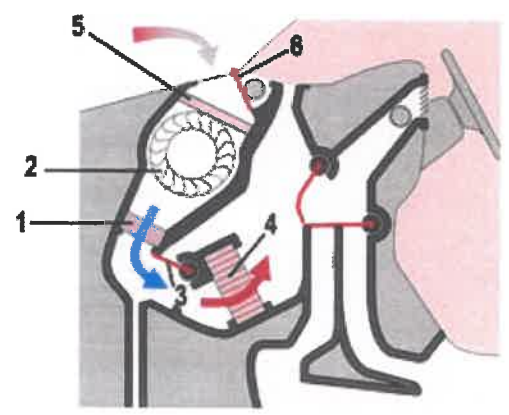

Fig.6
Le schéma de la Fig.6, représente le circuit d'air d'une climatisation automobile.
Q.19. Affecter dans le tableau suivant le numéro correspondant à chaque élément du circuit d'air de la climatisation automobile **fig.6** : ...../3pts
Q.20. D'après le schéma de la **Fig.6**, répondre par vrai (V) ou faux (F) aux affirmations suivantes : ...../2pts